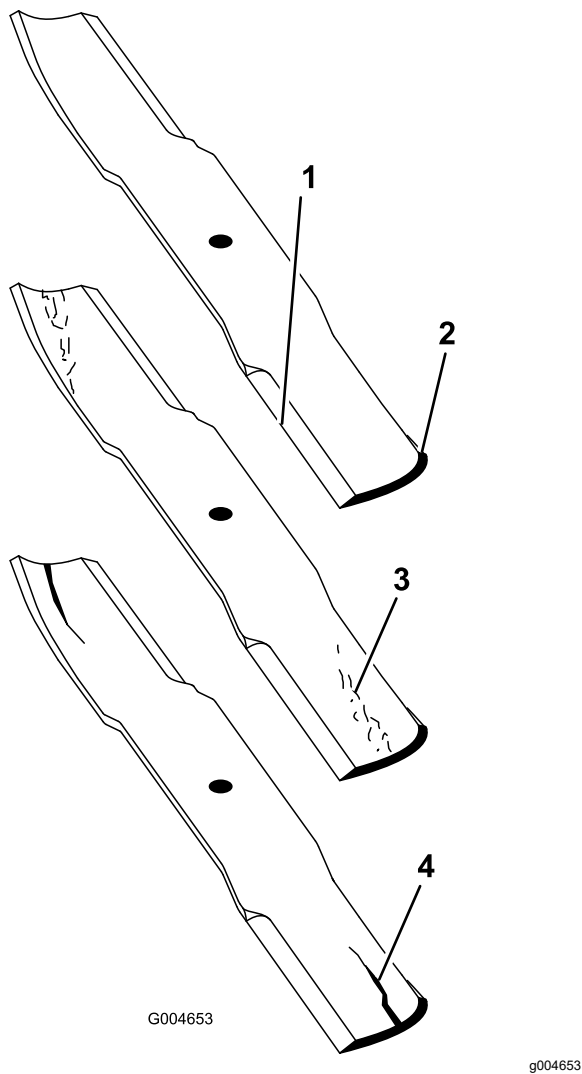

**Figura 130**
2. Examinai cu atenție capetele de tăiere ale lamei, în special acolo unde se întâlnesc părțile plate i curbate ale lamei (Figura 130).
**Notă:** Deoarece nisipul i materialele abrazive pot îndepărta metalul care unete partea plată cu cea curbată a lamei, verificați lama înainte de a utiliza maina de tuns iarba. Dacă se constată semne de uzură (Figura 130), înlocuiți lama.